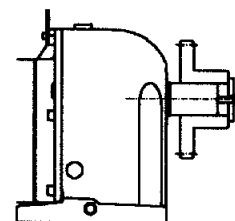

図3 スプロケット取付方法
- (4) スプロケット、カップリングなどの穴公差はH8程度とし、出力軸軸端ネジ穴を利用して、スムーズに取り付けてください。図3参照。軸受や歯車などに悪影響をおよぼしますのでハンマなどで強く打込まないでください。